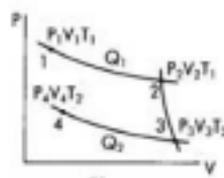

Fig. 14
*Compresión isotérmica desde el estado 3 al estado 4 (fig. 14)*